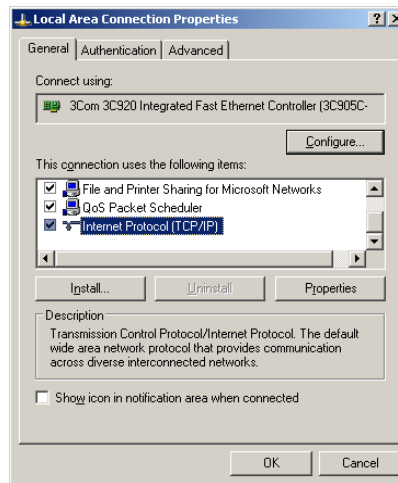

Figura B-6: Connessione alla rete locale Schermata Proprietà
3. Fare doppio clic su Connessione alla rete locale. Viene visualizzata la schermata Proprietà della Connessione alla rete locale (Figura B-6).